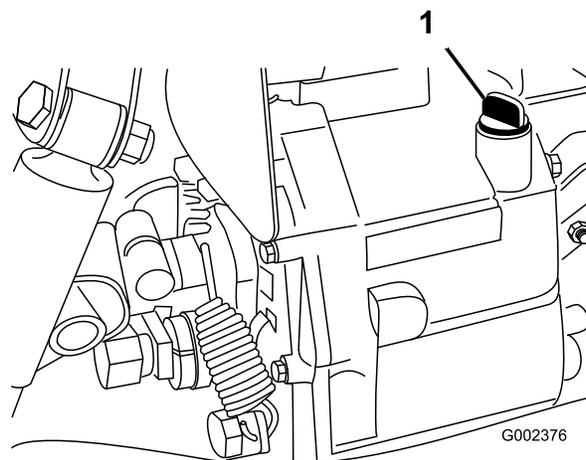

Figura 69
4. Pulite attorno all'asta di livello (Figura 69).